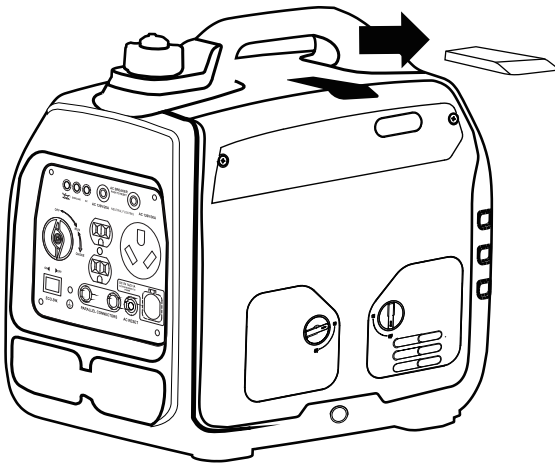

Abbildung 18: Zündkerzenabdeckung abschieben
3. Schieben Sie die Zündkerzenabdeckung vom Gehäuse ab (siehe Abbildung 18).